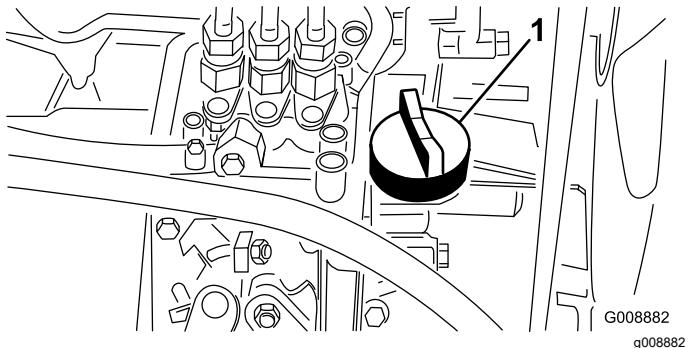

Figure 60
4. Si le niveau est bas, retirez le bouchon de remplissage (Figure 60) et versez progressivement de petites quantités d'huile, en vérifiant fréquemment le niveau, jusqu'à ce que l'huile atteigne le repère maximum sur la jauge.